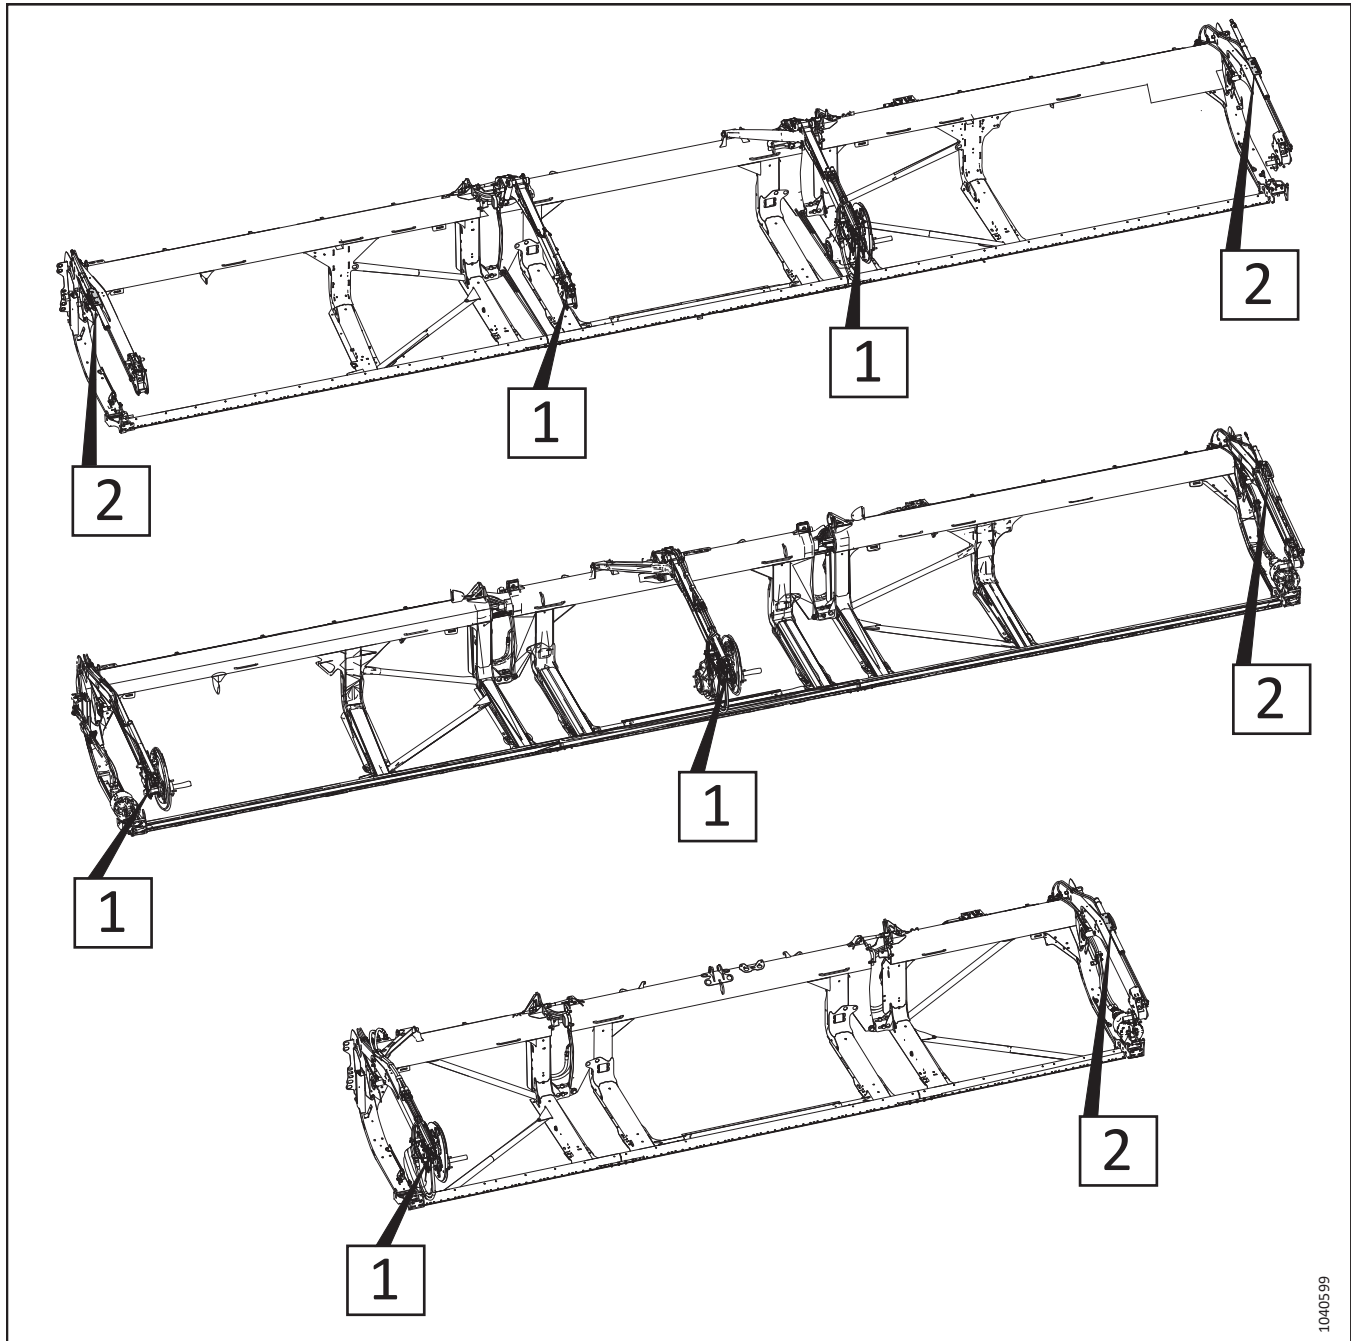

Abbildung 3.397: Einstellbare Horizontalzylinder – Verfahrensreferenznummern
5. Siehe Abbildung 3.397, Seite 279, um die Verfahren zur Einstellung der Haspelhorizontalzylinder für den entsprechenden Schneidwerkstyp zu ermitteln. Die Nummer in der Abbildung bezieht sich auf eines der folgenden Verfahren: